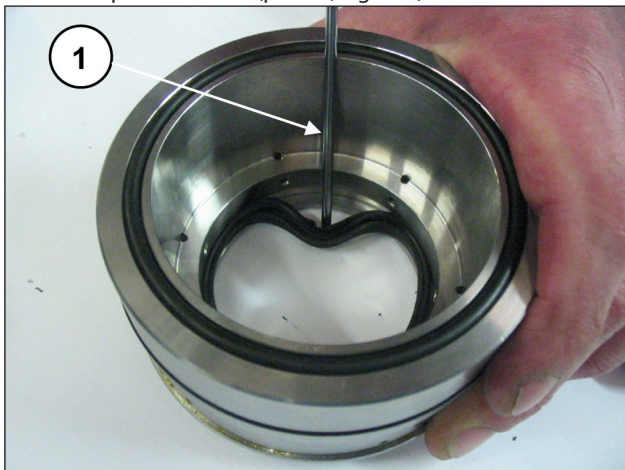

Fig. 163
Para remover o forro de baixa pressão, é necessário usar um medidor de espessura ou uma ferramenta que não danifique o local do suporte do forro (pos. ①, Fig. 163).